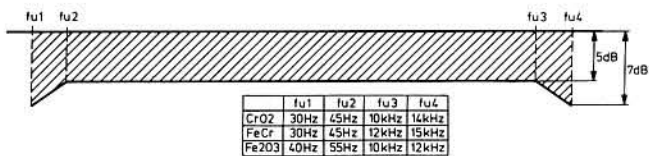

Fig. 14
- Au passage de la cassette d'essai TC-QFR, les fréquences doivent se situer entre 40 et 12.500 Hz, dans les limites du graphique de la fig. 14 (SK18 en position "Cr02" ou "AUTO").
- Passer les enregistrements effectués et reproduire les valeurs trouvées dans un graphique. En fig. 14 on verra dans quelles limites la courbe doit se situer (ajuster au besoin le courant de prémagnétisation - voir chapitre F).